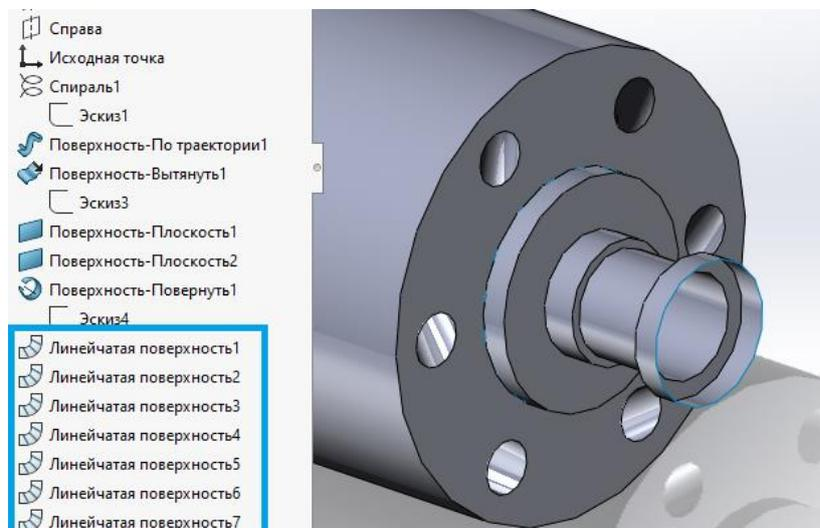
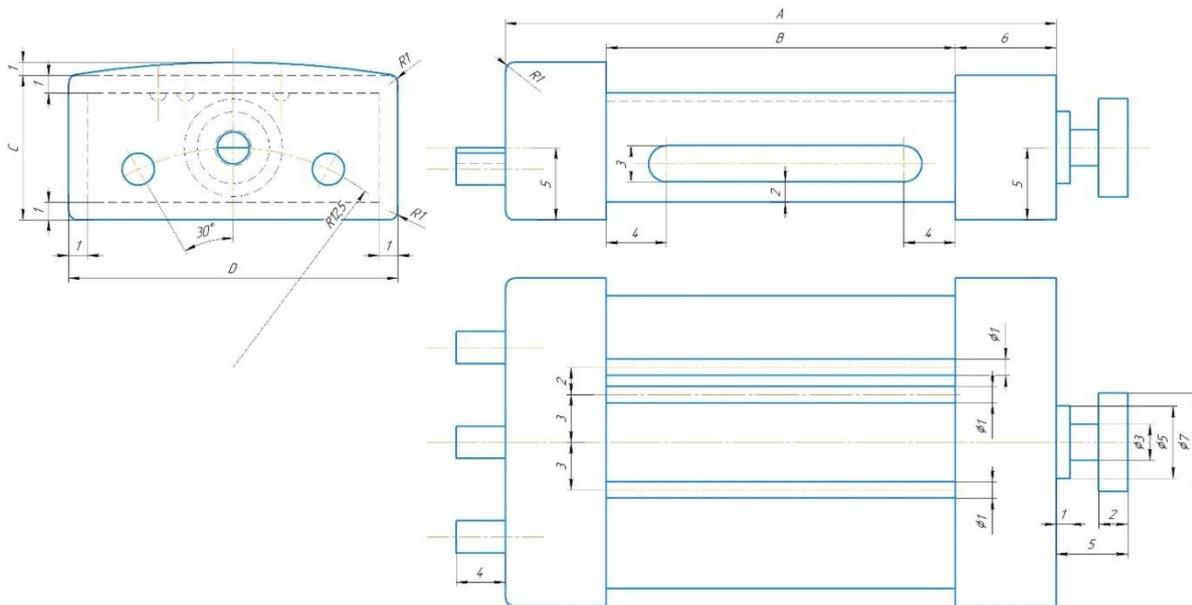

Рис. 13. Построение линейчатой поверхности
Рис. 1. Чертеж оболочки сложной формы
15. Пункт 14 повторяется еще несколько раз, пока не получится правый патрубок, соответствующий заданным размерам на рис. 1, как представлено на рис. 13.
Необходимо изучить чертеж оболочки сложной формы (рис. 1) и, используя приведенные в таблице исходных данных размеры, построить его трехмерную модель в *SolidWorks*.